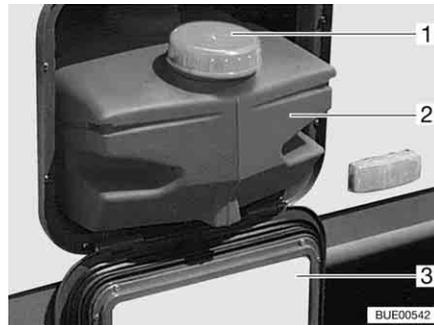

Fig. 180 Depósito de agua 22 l
Durante el transporte cierre el depósito de agua con la tapa de cierre (Fig. 180,1).
- Abrir la trampilla de servicio (Fig. 180,3) (véase el capítulo 6).
- Extraer el depósito de agua (Fig. 180,2).
- Extraer el depósito de agua (Fig. 180,2) y vaciar.